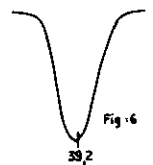

Fig. 6
- Régler 239 pour augmenter l'amplitude (fig. 6).